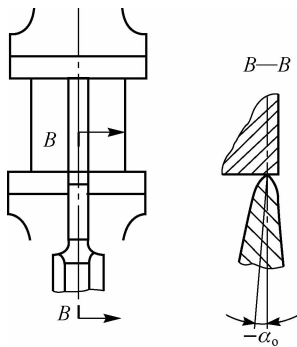

图 2-18 铰削槽
(1)在铰削槽时,必须采用正面起铰,即起铰时全部刃口贴住工件铰削部位的端面,如图 2-18 所示,铰出一个斜面,然后按正常角度铰削。